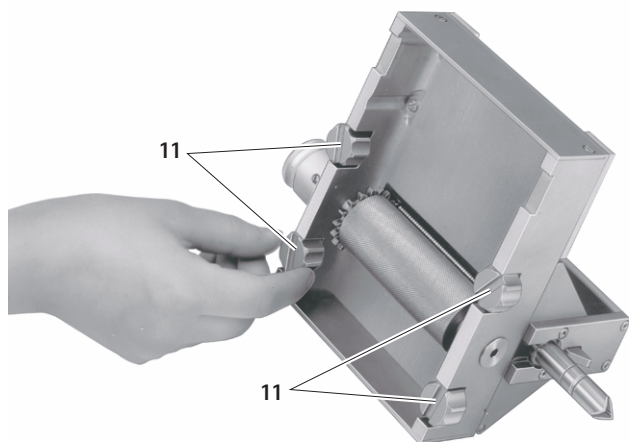

Fig. 1
- Dar la vuelta al equipo de corte 4 de forma que los cuatro tornillos 11 queden visibles, ver Fig. 1.